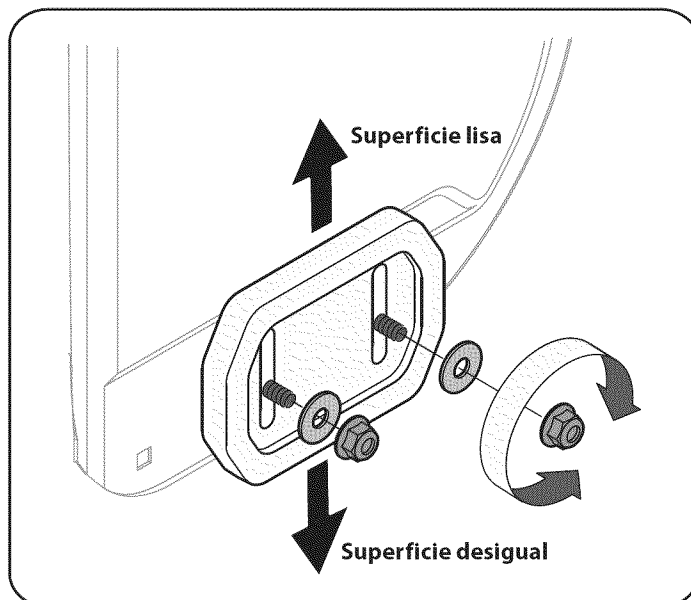

Figura 7
1. Afloje las cuatro tuercas hexagonales (dos en cada lado) y los pernos del carro. Mueva las zapatas antideslizantes a la posición deseada. Vea la figura 7.